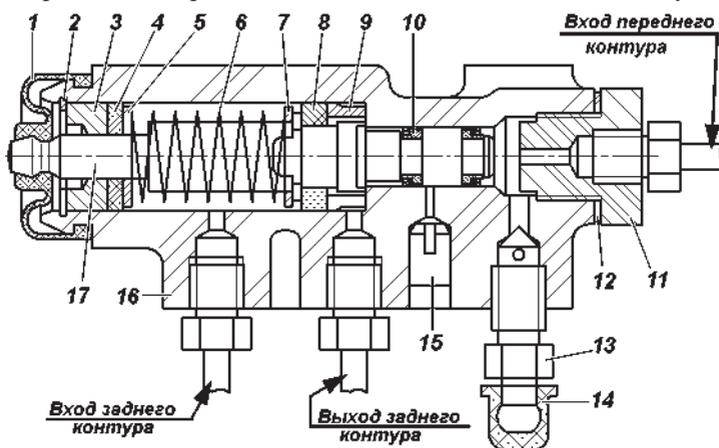
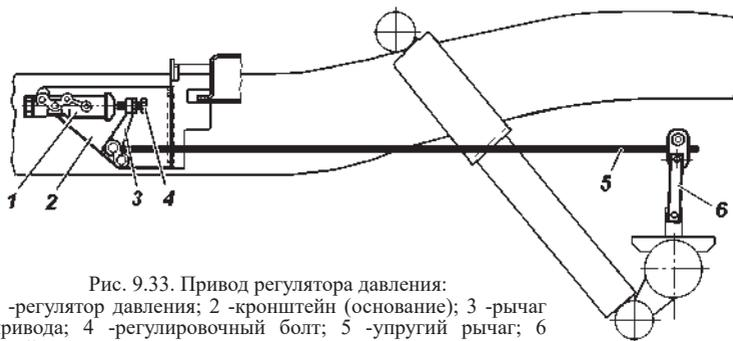

Рис. 9.32. Регулятор давления:
Рис. 9.33. Привод регулятора давления:
**Регулятор давления** (рис. 9.32). На автомобилях, не оснащенных антиблокировочной системой тормозов, устанавливается механический регулятор давления, действующий на задние тормоза, который обеспечивает оптимальное распределение тормозных сил по осям автомобиля и не допускает
В процессе эксплуатации и при замене задних рессор необходимо регулировать усилие упругого рычага 5 (рис. 9.33) на поршень регулятора. Регулировку производить в следующей последовательности:
3. Завернуть болт 4 (рис. 9.33) до соприкосновения его с хвостовиком поршня 17 (рис. 9.32) регулятора, довернув регулировочный болт на  $1...1\frac{1}{3}$  оборот (6-8 граней головки болта).
5. Проверить правильность регулировки при движении автомобиля. Для этого, двигаясь по прямому горизонтальному участку дороги с сухим асфальтовым покрытием, затормозить автомобиль до блокировки колес. При исправном регуляторе и правильно выполненной регулировке привода должно быть некоторое опережение блокировки передних колес относительно задних. В случае опережающей блокировки задних колес дополнительно отвернуть болт 4 (рис. 9.33) на 1-2 грани головки болта и повторить проверку при движении автомобиля.